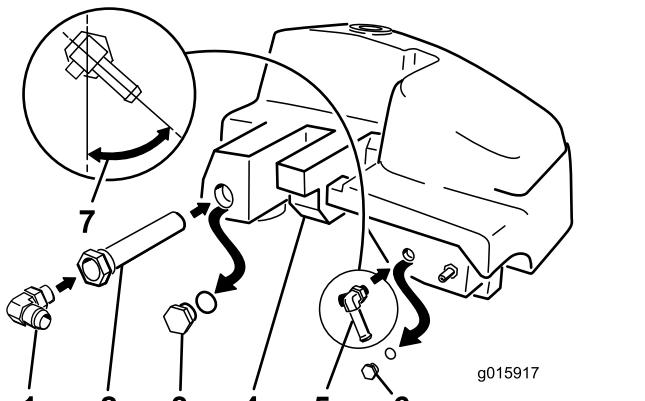

Figura 9
4. Instale el acoplamiento en T pequeño de 90° con espiga en el orificio del que retiró el tapón pequeño (Figura 9).